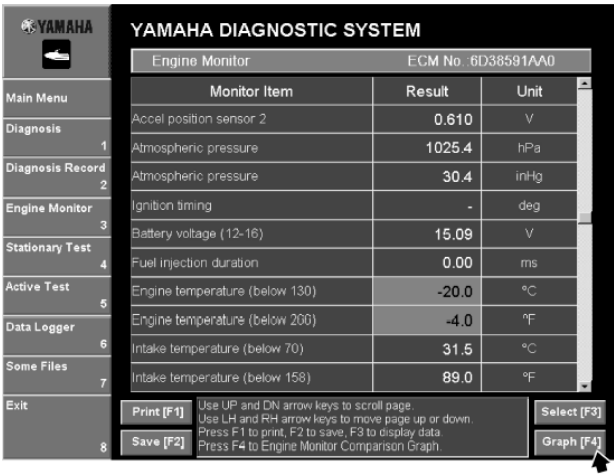

Рис. 49
1.Щелкнуть **График [F4] (Graph [F4])** внизу справа в окне Мониторинга двигателя, или нажать клавишу F4. (Рис. 49)